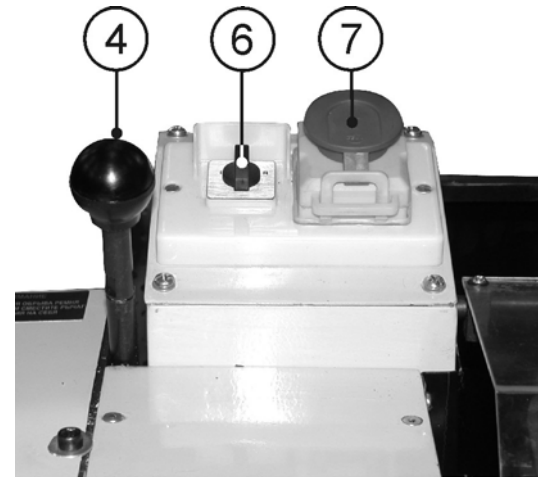

Рис.14
10.2.2. Нажмите красную кнопку аварийного выключателя (7). Сдвиньте ее в направлении от себя, как показано стрелкой на кнопке аварийного выключателя (7). Откройте крышку аварийного выключателя (7) после нажатия на зелёную кнопку, при условии, что защитный щиток (31) опущен (установлено устройство отключения), и переключатель направления вращения шпинделя (6) установлен в одно из положений направления вращения шпинделя. Станок включится (начнёт вращаться шпиндель), Рис.14.
10.2.4. Направление вращения шпинделя определяется положением переключателя направления вращения шпинделя (6), Рис.14.